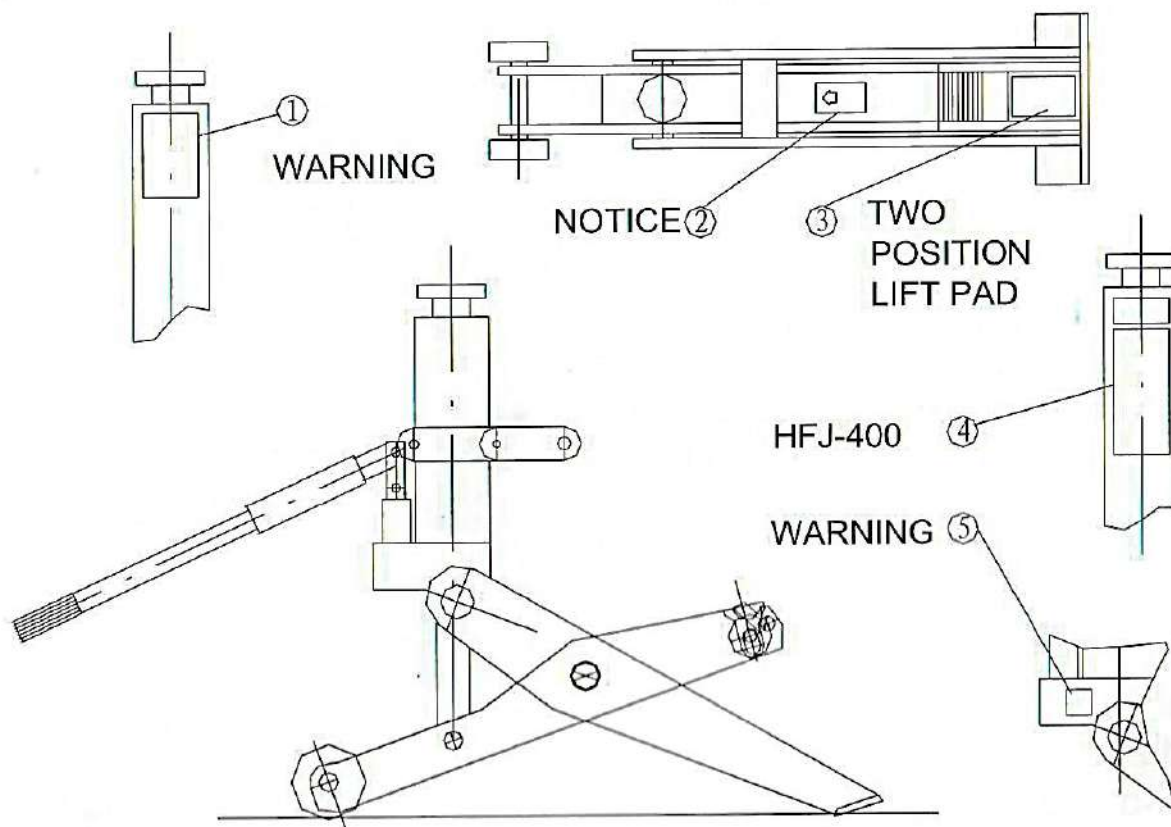

Рисунок 1.
6. Никогда не подставляйте домкрат под погрузчик за красную линию, расположенную на верхней части подъемного рычага. (см. Рисунок 1, предупредительная наклейка 2 NOTICE).
• Никогда не подставляйте домкрат под погрузчик за красную линию, расположенную на верхней части подъемного рычага. (см. Рисунок 1, предупредительная наклейка 2 NOTICE)